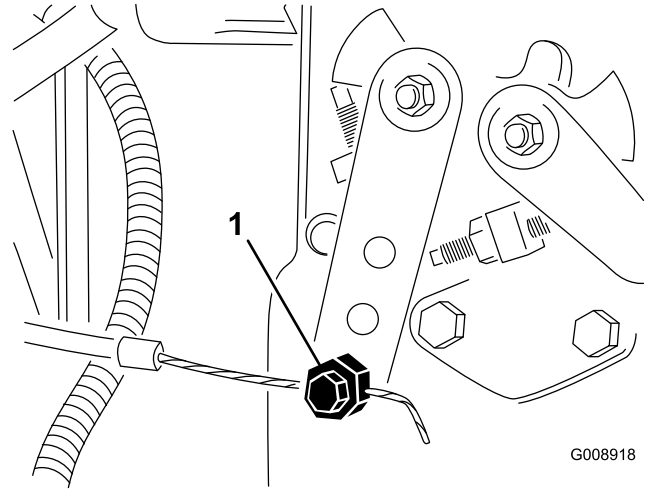

图72
2. 拧松油门拉线接头，接头位于喷射泵控制杆臂（图72）上。